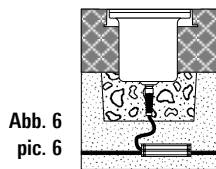

Abb. 6
- 6) In gefliesten oder gepflasterten Bereichen in Beton mit Kies (Abb. 6)